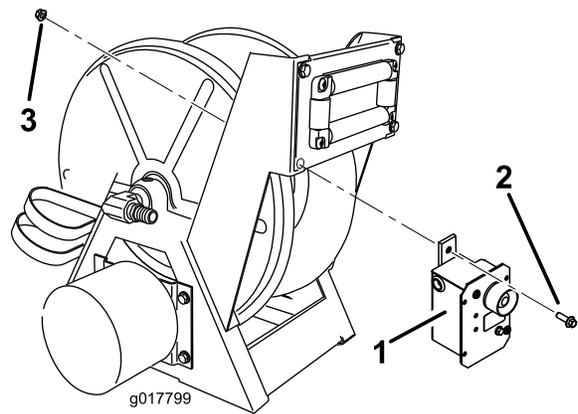

図 2
1. ホースリールの下内側のローラサポートのからボルトとナット1個ずつ（ついていれば）を外して廃棄し、空いた穴に、フランジヘッドボルト（5/16 x 1 インチ）とフランジナット（5/16 インチ）各1個を使用して、電気ボックスを取り付ける（図 2）。